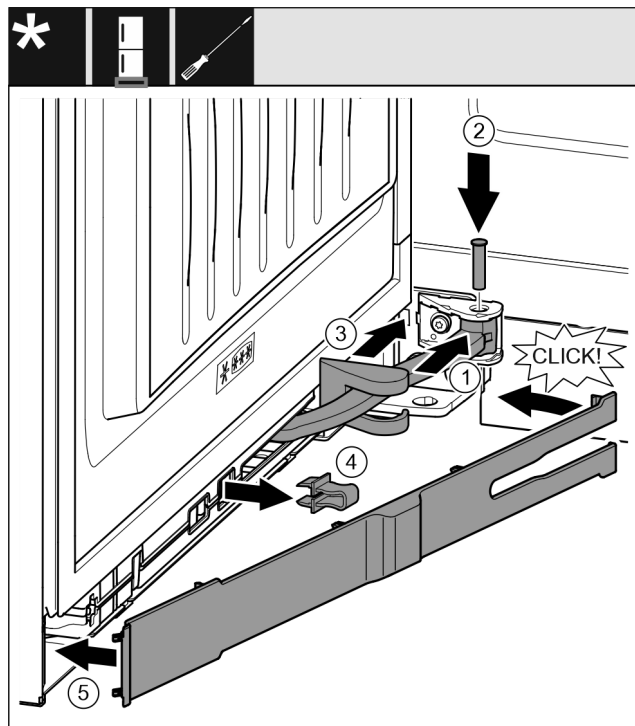

Fig. 69
- Gelenk Fig. 69 (1) in Aufhängung drehen.
- Bolzen Fig. 69 (2) mit einem Schraubendreher in Aufhängung und Gelenk einsetzen. Dabei darauf achten, dass der Rastnocken korrekt in der Nut sitzt.
- ▶ Lagerbockabdeckung Fig. 69 (3) entlang des Gelenks schieben und über der Aufhängung montieren.
- ▶ Sicherung Fig. 69 (4) abnehmen.
- ▶ Blende Fig. 69 (5) griffseitig ansetzen und einschwenken.